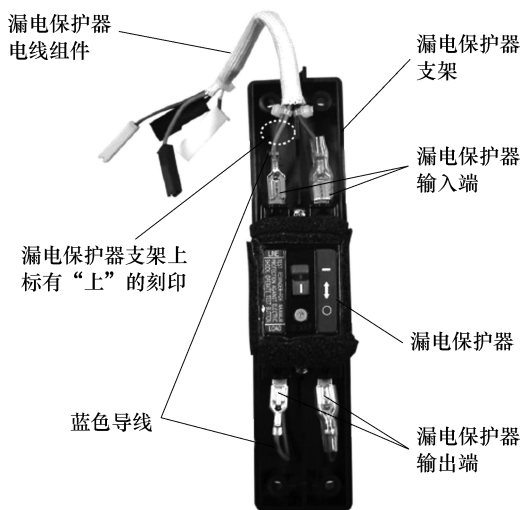

图 5-76 漏电保护器
- 1) 需确认漏电保护器以如图 5-76 所示的方向安装到漏电保护器支架上，切勿将输入端和输出端倒置。